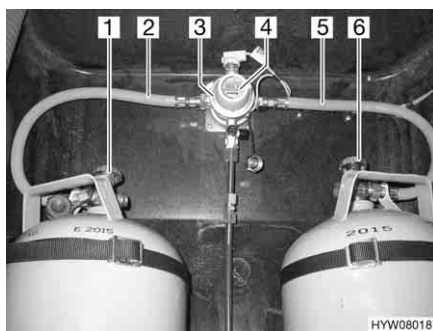
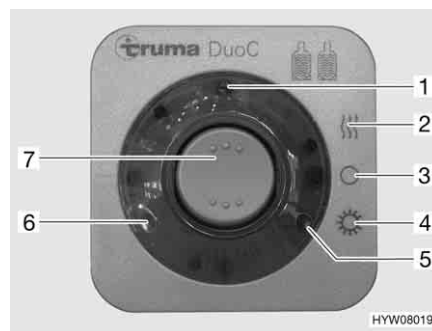

Fig. 92 Impianto di commutazione DuoControl
Fig. 93 Centralina di controllo
L'impianto di commutazione DuoControl è costituito da una valvola di commutazione (Fig. 92,3) e da una centralina di controllo (Fig. 93). La valvola di commutazione è installata tra i tubi del gas (Fig. 92,2 e 5). Con la manopola (Fig. 92,4) sulla valvola di commutazione è possibile stabilire, quale delle bombole del gas viene utilizzata come bombola in uso e quale bombola del gas viene utilizzata come bombola di riserva.
Sulla centralina di controllo (Fig. 93) possono venire azionate solo le funzioni elettriche. Le valvole principali di arresto delle bombole del gas (Fig. 92,1 e 6) devono essere aperti manualmente.
La valvola di commutazione garantisce una pressione del gas costante, indipendentemente da quale bombola provenga l'alimentazione del gas. Le due spie di controllo sulla centralina di controllo indicano il livello di riempimento della bombola in uso. Se è accesa la spia di controllo verde (Fig. 93,6), la bombola in uso è piena. Se è accesa la spia di controllo rossa (Fig. 93,5), la bombola in uso è vuota. Il rifornimento di gas avviene poi tramite la bombola di riserva.
- Aprire le valvole principali di arresto delle bombole del gas (Fig. 92,1 e 6).
- Con la manopola (Fig. 92,4) sulla valvola di commutazione (Fig. 92,3) selezionare la bombola del gas, da cui proviene la principale alimentazione del gas (bombola in uso).
- Sulla centralina di controllo (Fig. 93) attivare l'impianto di commutazione DuoControl.
Posizionare l'interruttore a bilico (Fig. 93,7) su funzionamento invernale "On e riscaldamento" (Fig. 93,2) oppure su funzionamento estivo "On" (Fig. 93,4). La valvola di commutazione è ora disareata. La spia di controllo gialla (Fig. 93,1) è accesa, se si seleziona la modalità di funzionamento invernale e l'impianto antighiaccio con regolatore è attivato.
- Portare l'interruttore a bilico (Fig. 93,7) in posizione "O" (Fig. 93,3). La spia gialla di controllo (Fig. 93,1) si spegne.
- Chiudere le valvole principali di arresto delle bombole del gas (Fig. 92,1 e 6).
Le spie di controllo sulla centralina di controllo (Fig. 93,5 e 6) segnalano all'interno del veicolo, se la bombola in uso è pronta al funzionamento.
Se la spia di controllo verde (Fig. 93,6) si spegne durante il funzionamento e la spia di controllo rossa (Fig. 93,5) si accende, significa che la bombola del gas selezionata come bombola in uso è vuota e deve essere sostituita. La bombola di riserva continua ad alimentare le utenze a gas.